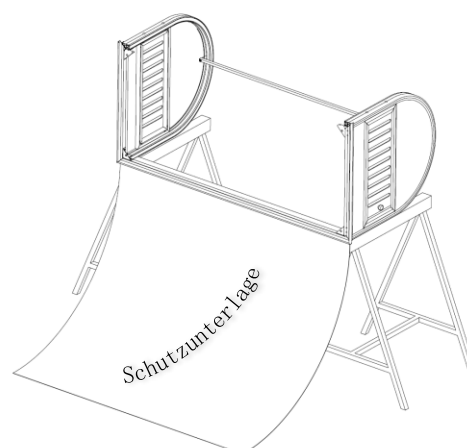

Abb. 26
- um das Verkratzen der Schiebeelemente zu vermeiden, sollte zwischen dem Gewächshaus und den Arbeitsböcken seitlich ein Malervlies/ Verpackungskartonage als Unterlage eingeklemmt werden! (Abb.26)